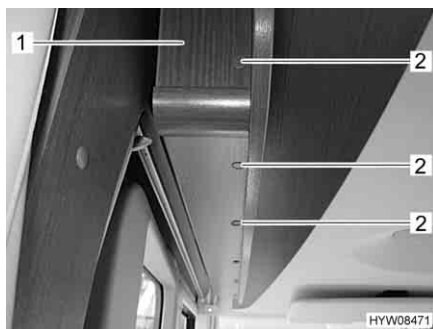

Fig. 63 Diaframma (letto basculante)
- Togliere tutti i coperchi di copertura (Fig. 63,2).
- Svitare tutte le viti (a intaglio) che si trovano sotto i coperchi di copertura e rimuovere il diaframma (Fig. 63,1).